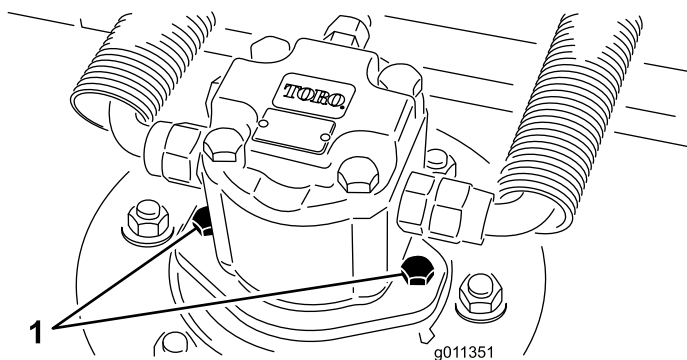

Figura 61
2. Scollegate e staccate il motore idraulico dal piatto di taglio (Figura 61). Coprite la parte superiore dell'alberino per impedire che venga contaminato.
4. Montate il motore idraulico sul piatto di taglio (Figura 61). Verificate che l'O-ring sia in sede e non sia danneggiato.